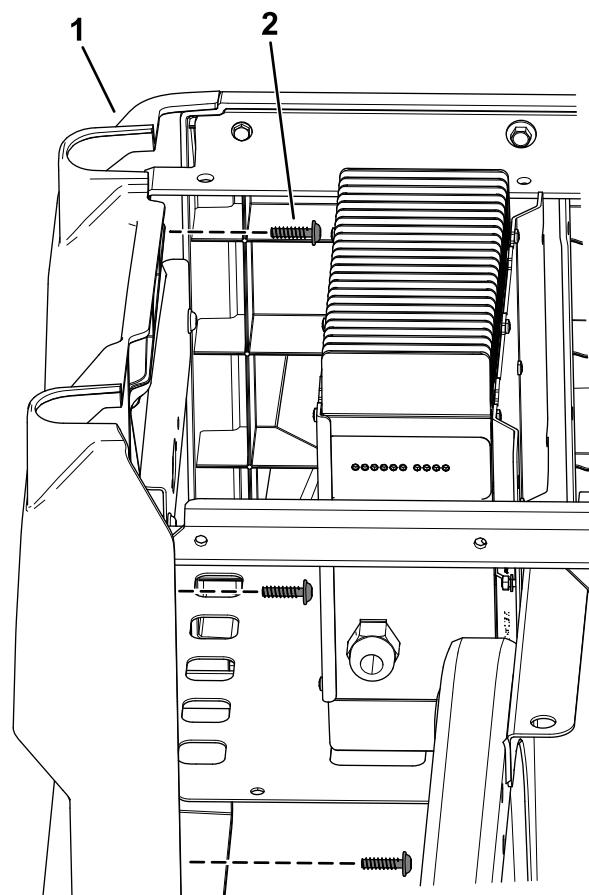

图7
- 使用 T30 套筒扳手从左侧板上卸下 4 个梅花头螺丝 M6.0 x 22mm 然后取下左侧板 图7。